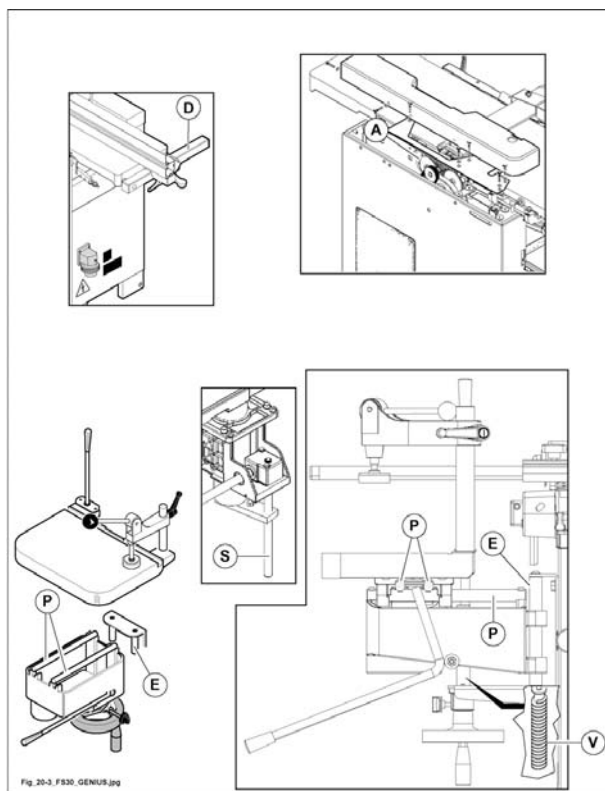

Fig. 20.3
- 1) la vite di sollevamento (V fig. 20.3) della cavatrice (OPT).
- 2) Piano spessore - La vite di sollevamento (S fig. 20.3).
- 3) Catena di trasmissione (A fig. 20.3) del moto ai rulli di avanzamento.
- 1) la barra di scorrimento (D fig. 20.3) della guida filo.
- 2) Le barre di scorrimento (P fig. 20.3) del piano cavatrice (OPT).
- 3) Le guide (E fig. 20.3) per scorrimento cavatrice (OPT).